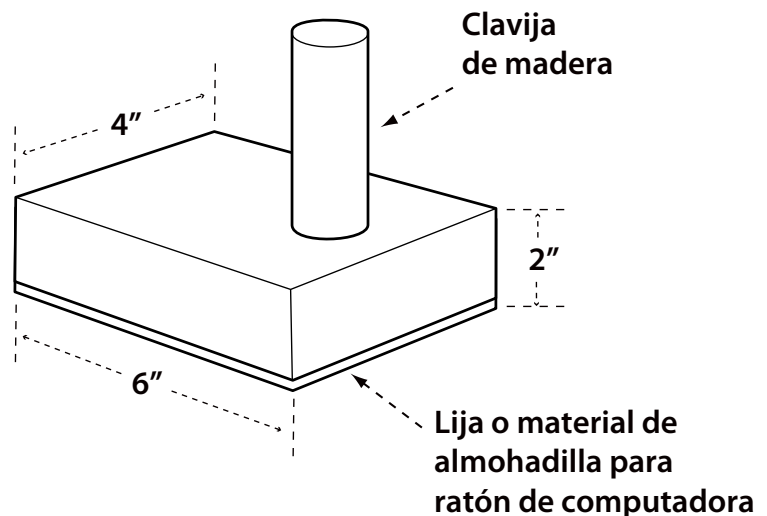

FIGURA 34
3. Pegue un trozo de material áspero o liso tal como una lija o caucho a la parte inferior del bloque para sujetar la pieza de trabajo (las almohadillas para ratón de computadora son adecuadas para esto). Vea la Figura 34.